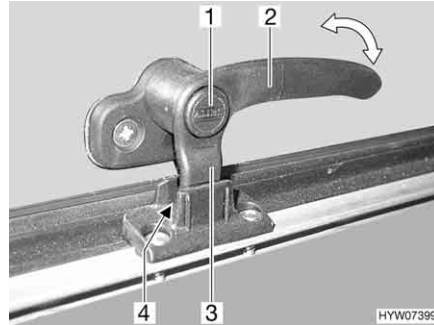
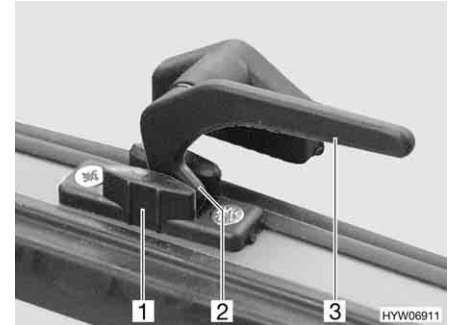

Bild 96 Verriegelungshebel mit Sicherungsknopf in Stellung "Dauerbelüftung"
Bild 97 Verriegelungshebel in Stellung "Dauerbelüftung"
- in Stellung "Dauerbelüftung" (Bild 96 und Bild 97)
- Wenn vorhanden, Sicherungsknopf (Bild 96,1) drücken und gedrückt halten.
- Den Verriegelungshebel (Bild 96,2 oder Bild 97,3) eine viertel Umdrehung zur Fenstermitte hin drehen.
- Den Verriegelungshebel wieder zurückdrehen. Die Verriegelungsnase (Bild 96,3 oder Bild 97,2) am Verriegelungshebel dabei in die Ausparung der Fensterverriegelung (Bild 96,4 oder Bild 97,1) einfahren.
- Wenn vorhanden, Sicherungsknopf (Bild 96,1) loslassen.